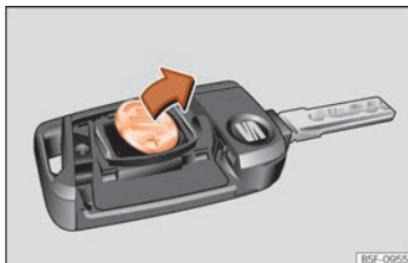

Fig. 120 Chiave del veicolo: estrarre la batteria.
- Estrarre la batteria dal vano con un oggetto fino adatto »»» **fig. 120**.
- Collocare la nuova batteria come illustrato »»» **fig. 120** e inserirla nel vano batteria nella direzione contraria a quella indicata dalla freccia »»» ⓘ.